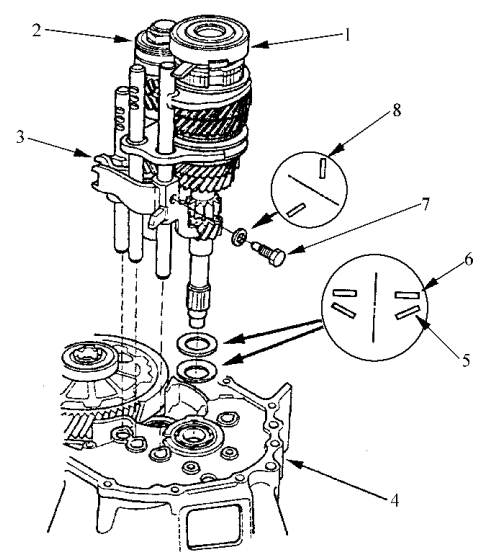

图 4-51 拆卸主轴总成和副轴总成
9) 给主轴花键缠上胶带，如图 4-51 所示，然后将带换档拨叉的主轴总成和副轴总成从离合器壳体上拆下。